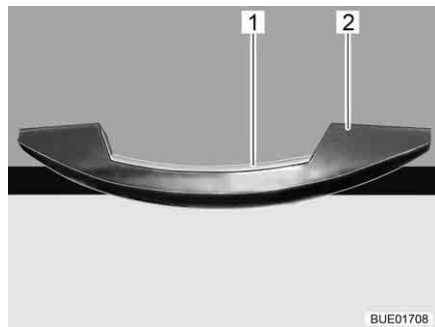
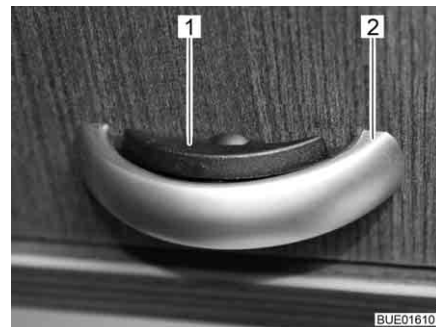

Fig. 54 Poignée avec barre de déverrouillage (exemple)
Fig. 55 Poignée avec barre de déverrouillage (alternative)
- Enfoncer la barre de déverrouillage (Fig. 54,1 ou Fig. 55,1) et la maintenir enfoncée.
- Tirer sur la poignée (Fig. 54,2 ou Fig. 55,2) jusqu'à ce que l'abattant de placard s'ouvre.